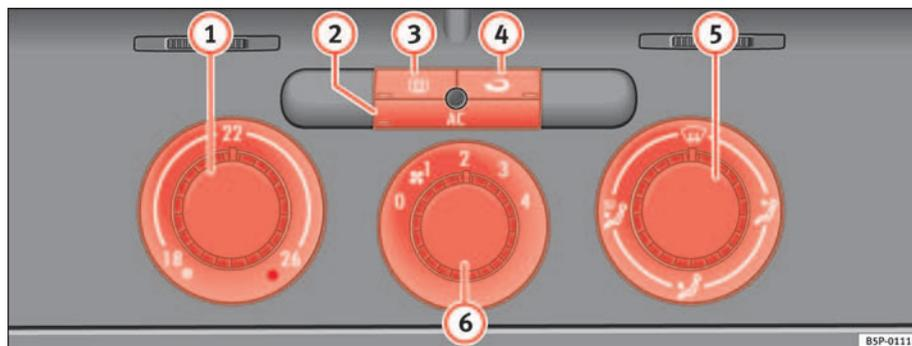

Fig. 124 Sulla plancia portastrumenti: i comandi del Climatic
- Ruotare verso destra la manopola di regolazione della temperatura ⇒ fig. 124 ① portandola sul livello desiderato.